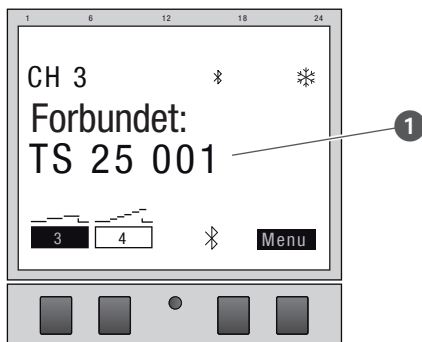

Fig. 24: Kanaludvidelsen er forbundet med kontaktret.
9. Kanaludvidelsen viser navnet på den forbundne enhed ved aktiv forbindelse (Fig. 24/1).